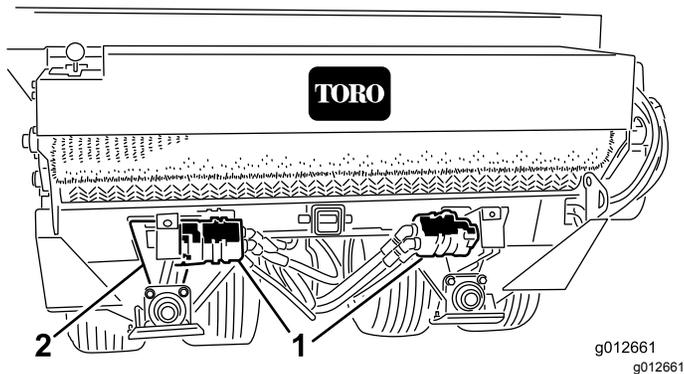

Figura 17
2. Desaperte os parafusos e porcas da carroçaria que prendem o motor/bomba hidráulico à cavidade do eixo (Figura 17).
3. Rode o motor e montagem das rodas motoras (Figura 17) nas ranhuras de montagem até que a correia da tração flita 3,2 mm.